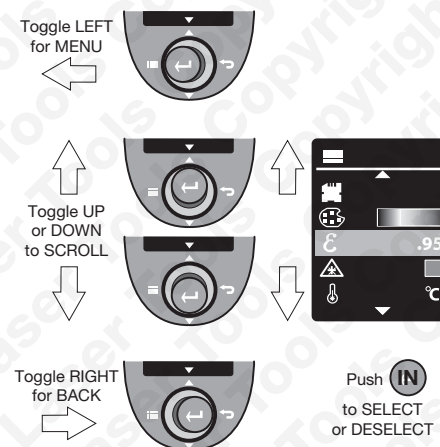

Fig. 4
- Nadat de software is geladen (8-10 seconden) dient u zich vertrouwd te maken met de werking van de wisselknop **H**. De wisselknop kan naar links, naar rechts, omhoog en omlaag worden bewogen om het menu te selecteren en door bijbehorende functies te navigeren en kan tevens worden **ingedrukt** om verschillende functies te (de)selecteren (zie Afb. 4).
Zie afb. 4.